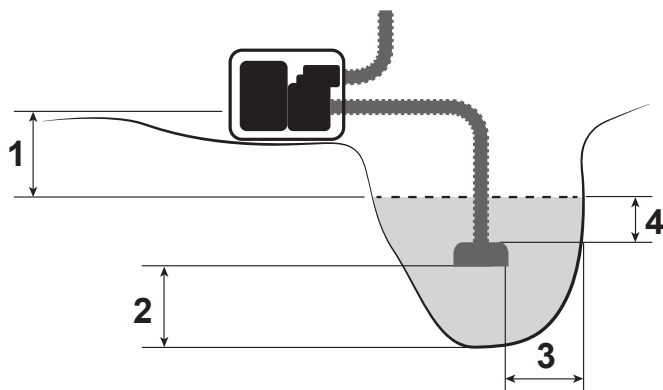

Рис. 12 Расположение мотопомпы и всасывающего фильтра
- Установите мотопомпу вблизи водоема (емкости) на твердую ровную горизонтальную поверхность, опустите всасывающий рукав с установленным фильтром в водоем (емкость), обеспечив вертикальное положение фильтра. При расположении всасывающего рукава с установленным фильтром соблюдайте все требования, указанные на Рис. 12.
- Необходимо установить мотопомпу как можно ближе к водоему. Чем меньше высота расположения мотопомпы по отношению к уровню забора воды (Рис. 12 п. 1), тем быстрее происходит всасывание воды и выше производительность насоса.
Не превышайте высоту расположения мотопомпы по отношению к уровню забора воды (Рис. 12 п. 1).
4. В процессе выкачивания воды из водоема (емкости) уровень воды в водоеме (емкости) будет естественным образом понижаться. Если требуемые расстояния (Рис. 12 п. 2, 3, 4) между всасывающим фильтром и стенками, и дном водоема (емкости) не соблюдаются, выкачивание воды следует прекратить.